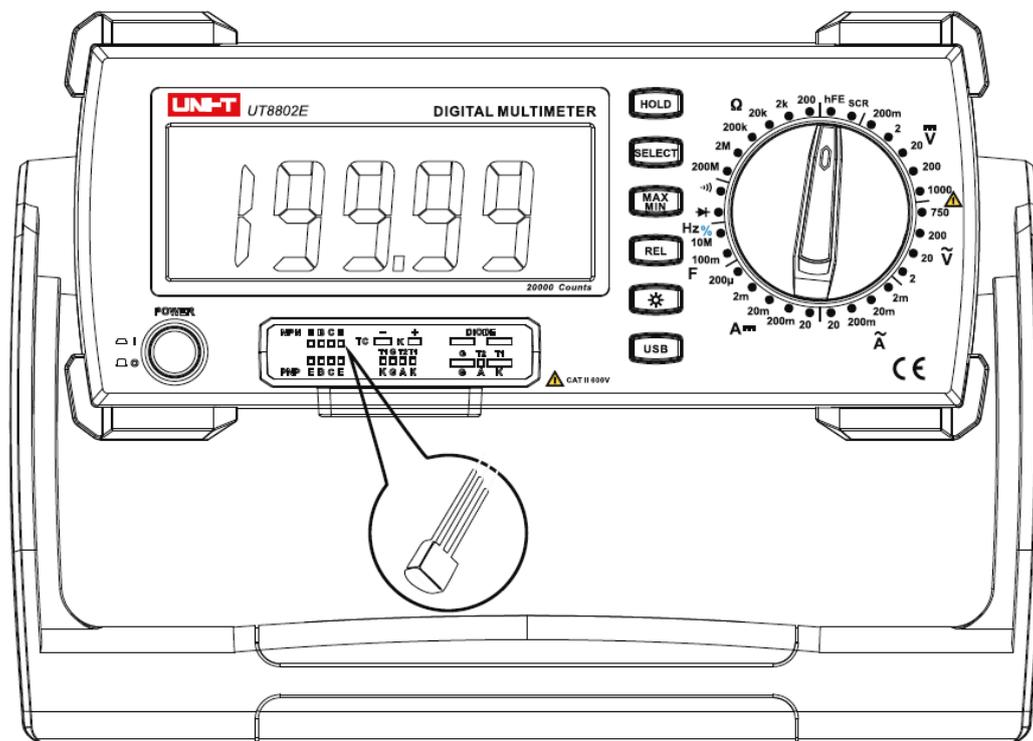

Рисунок 10.
Проверка транзисторов (см. рисунок 10.)
1. Вставьте переходник UT-303A в гнездо, изображенное на рис.10.